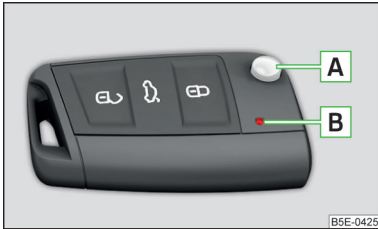

Fig. 38
**Fonction et description de la clé** » fig. 38